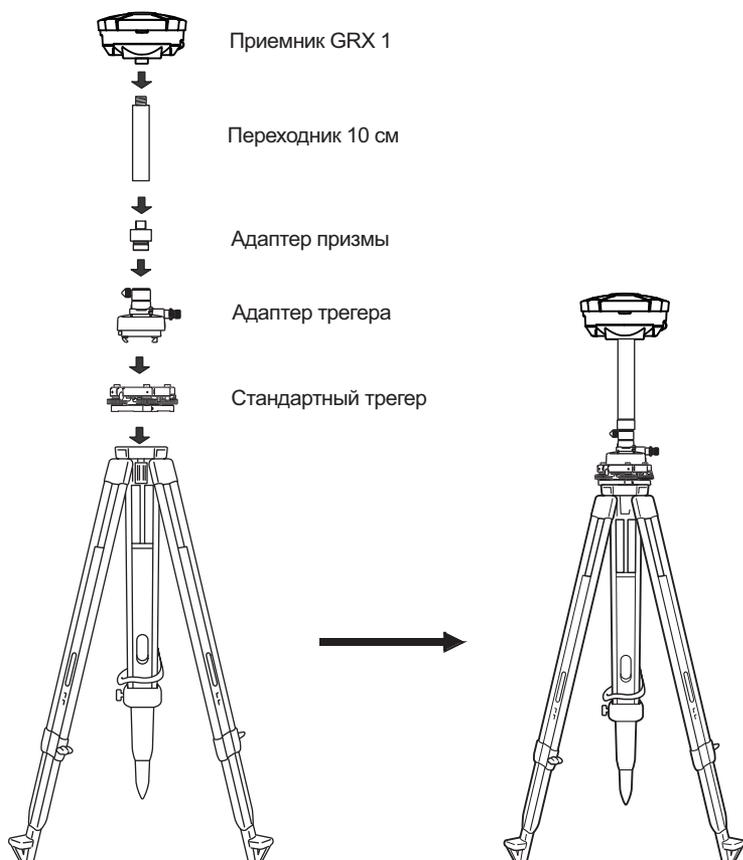

Рис. 4-1. Установка штатива и приемника над точкой
**Для установки базовой станции (Рис. 4-1):**